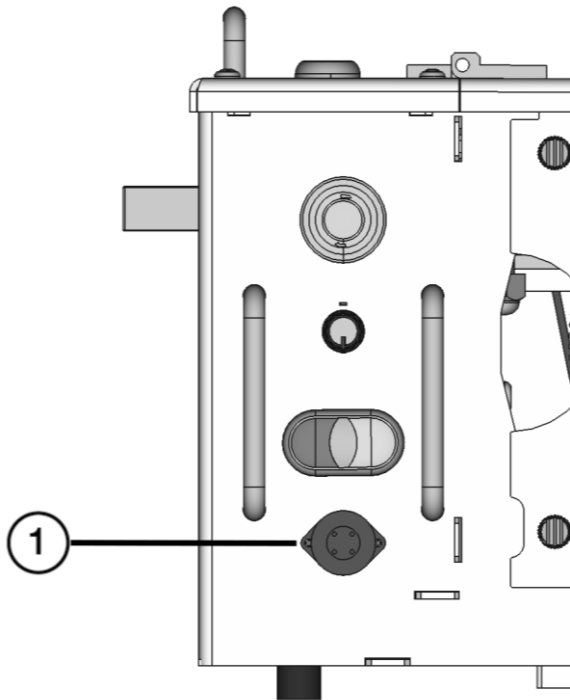

Bild 16
- siehe auch Bild 16 Seite 26
① Anschlussstelle für Fußschalte